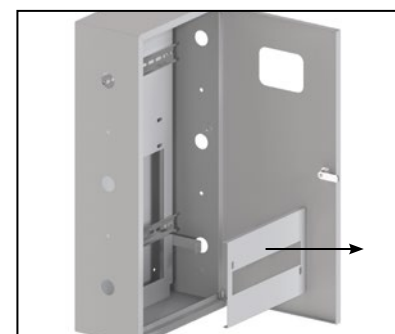

Рис. 42
3.2. Выкрутить два самореза 4,2х13 – для ЯУР 600, ЯУР 400 (1.1), четыре – для ЯУР 300 (1.1) и снять фальш-панель (1.4). Саморезы 4,2х13 сохранить (рис. 42).